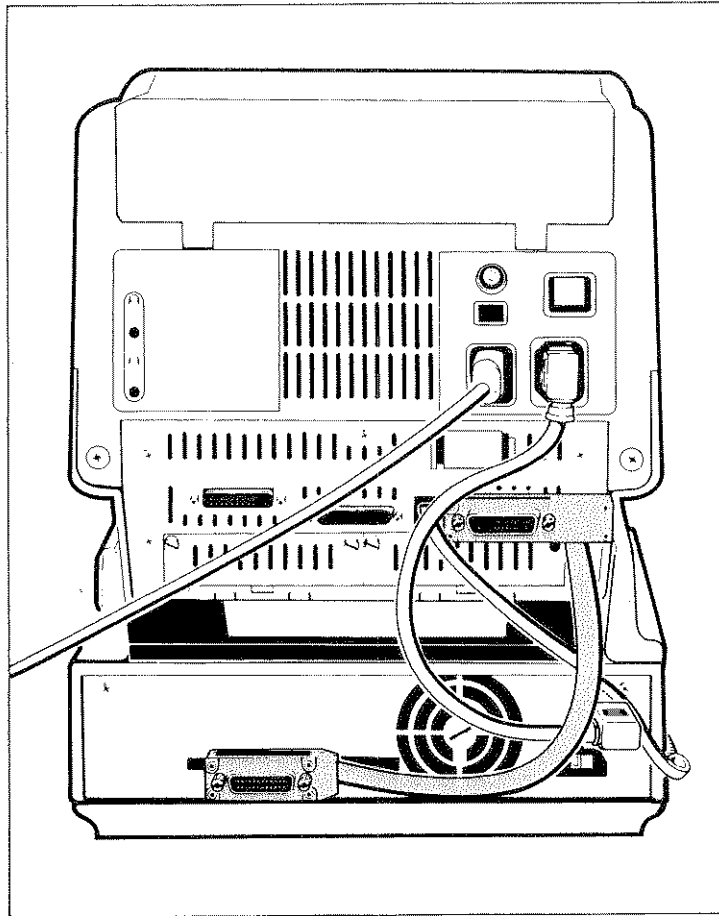

Figura 4: Cable HP-IB para la interconexión del computador y la unidad de disco.
- La Figura 4 ilustra el aspecto del cable HP-IB con un computador HP150. Si el computador es diferente, su conector puede estar en una posición distinta.